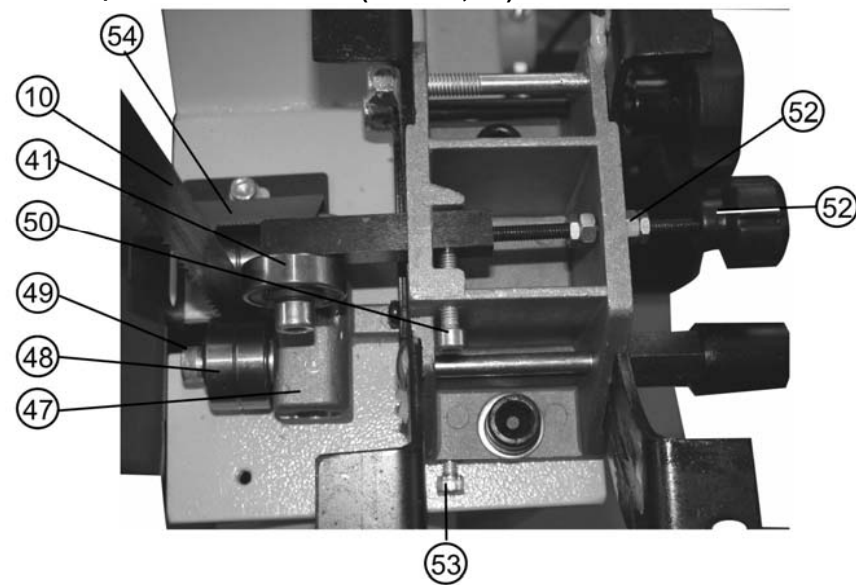

Рис. 14
11.5.7. Для перемещения упорного подшипника (51) необходимо ослабить фиксацию контргайки (52) и болта (50), вращением винта (32) переместить упорный подшипник (51) в непосредственную близость к торцу пильной ленты (10). Положение зафиксируйте болтом (50) и контргайками (52).
Рисунок 14 для наглядности выполнен со снятым рабочим столом и правым защитным кожухом (54)